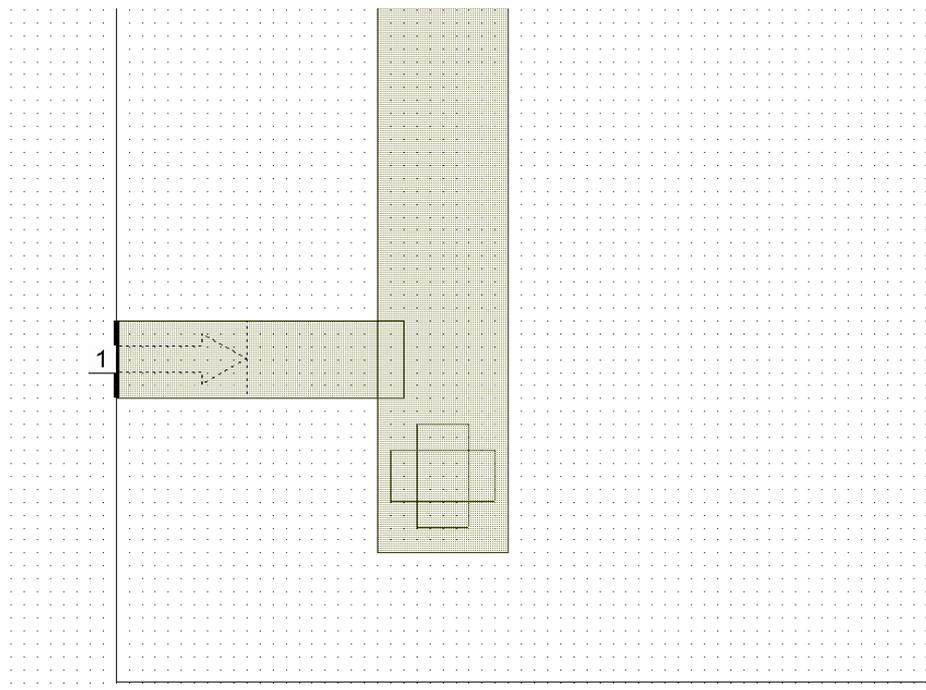

Рисунок 2.14 – Смещение опорной плоскости разгерметизации порта
9. Удерживайте кнопку мыши, протащите курсор вправо пока dx не покажет 1. Отпустите кнопку мыши чтобы увидеть линию разгерметизации (Рисунок 2.14).